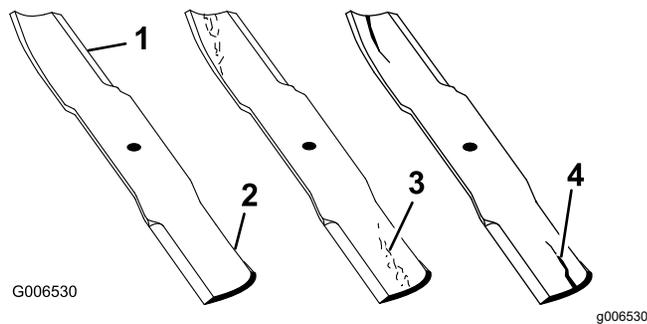

図 88
1. 刃先の部分を点検する 図 88。
4. ひび、磨耗、割れの発生などがあれば、直ちに新しいブレードに交換する 図 88。